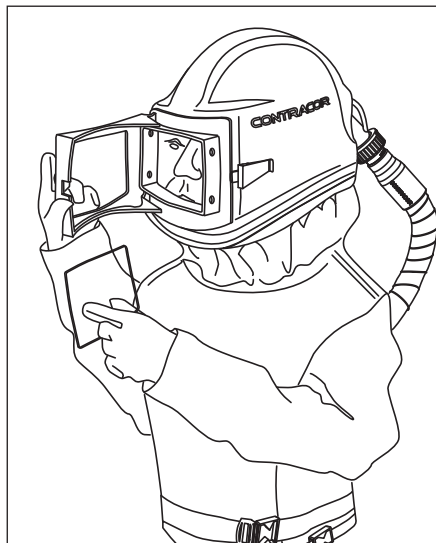

Abb. 3. Austausch der Einwegscheibe
**Auswechseln der Einwegscheiben:** Nach dem Öffnen des Fensterrahmens eine Einwegscheibe einsetzen (Abb. 3)